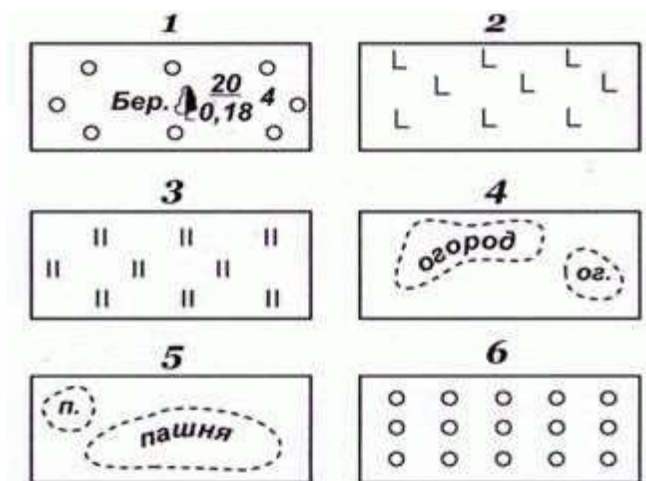

Рисунок 65 - Площадные условные знаки:
1. Площадные условные знаки (рис. 65) применяют для заполнения площадей объектов (например пашни, леса, озера, луга); они состоят из знака границы объекта (точечный пунктир или тонкая сплошная линия) и заполняющих его изображений или условной окраски; например, на условном знаке 1 показан березовый лес; цифры (20/0,18) * 4 характеризуют древостой, (м): числитель – высоту, знаменатель – толщину ствола, 4 – расстояние между деревьями.